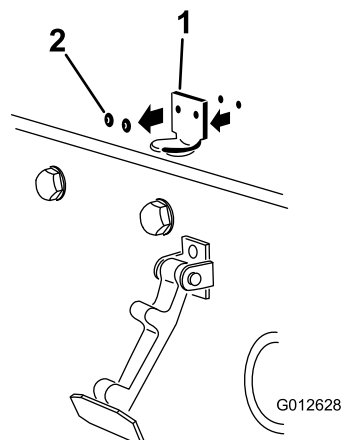

図 3
2. フードラッチのブラケットをフードに固定しているリベット2本を外し 図 3 フードからフードラッチのブラケットを取り外す。